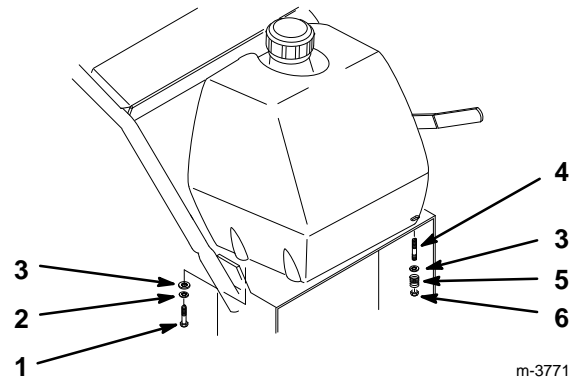

Figure 10
- Mettre le réservoir d'essence en place sur la traverse arrière et le fixer du côté droit à l'aide de 2 boulons de 5/16-18 x 7/8" (22,5 mm), 2 rondelles frein 5/16 et 2 rondelles 5/16 (Fig. 10).
- Fixer le côté gauche du réservoir sur la traverse à l'aide de 2 goujons de 5/16-18 x 7/8" (22,5 mm), 2 rondelles 5/16 et 2 contre-écrous 5/16 (Fig. 10).